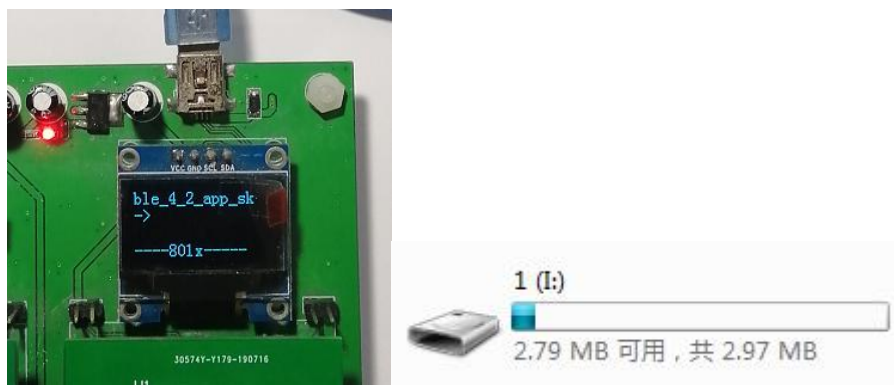

图 3-3
3.3、将离线烧录板重新上电，板上的屏会显示软件名称并检查装软件盘符的容量变化，如图 3-3 所示